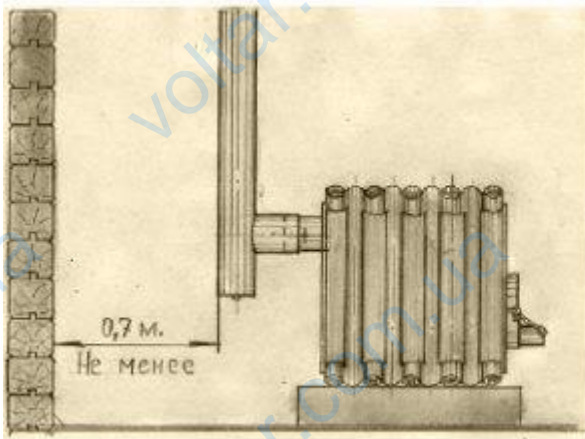
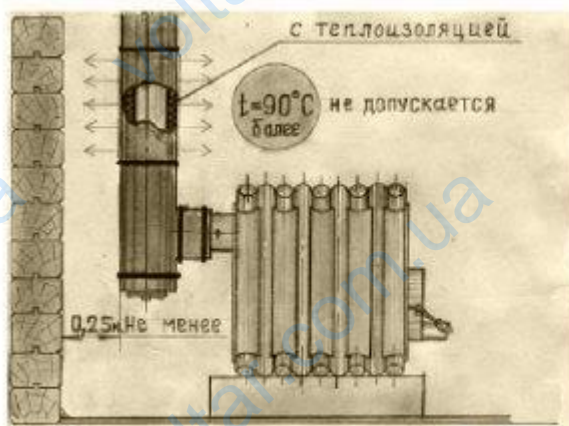

Рисунок 7
Рисунок 8
- расстояние от деревянных неоштукатуренных поверхностей не менее 1м - без теплоизоляции на трубе; не менее 0,25 м - с теплоизоляцией не допускающей повышение температуры на её внешней поверхности более 90 градусов см. рис.7 и рис. 8;